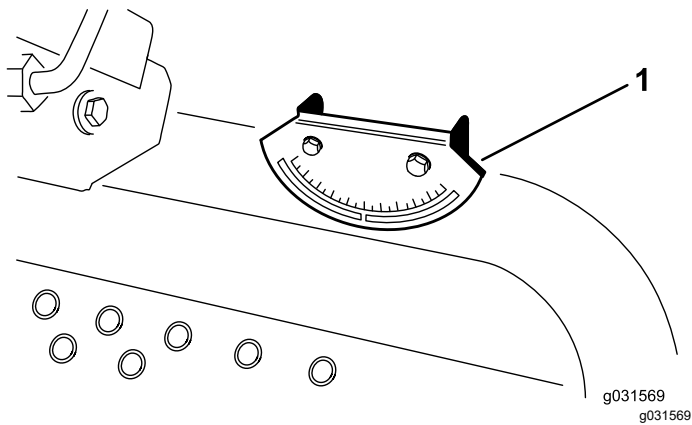

图 5
2. 将手持倾角计随机器提供放到油箱旁边的机架横梁上检查机器是否水平 图 5。